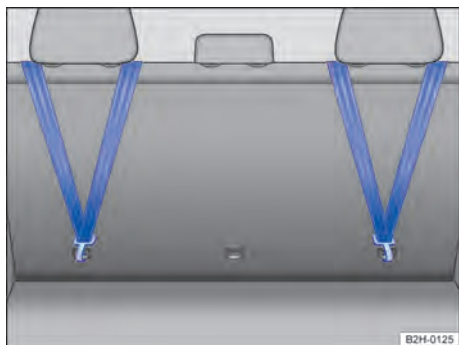

Fig. 57 Na parte traseira do encosto do banco traseiro: cinto de fixação superior preso.
5. Enganchar o cinto de fixação superior no respectivo olhal de retenção → Fig. 57.